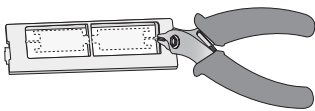

Fig. 2
3. con un tronchesino, eliminare dallo sportellino la parte plastica prefabbricata, ottenendo il foro corrispondente all'uscita dei connettori (Fig. 2);